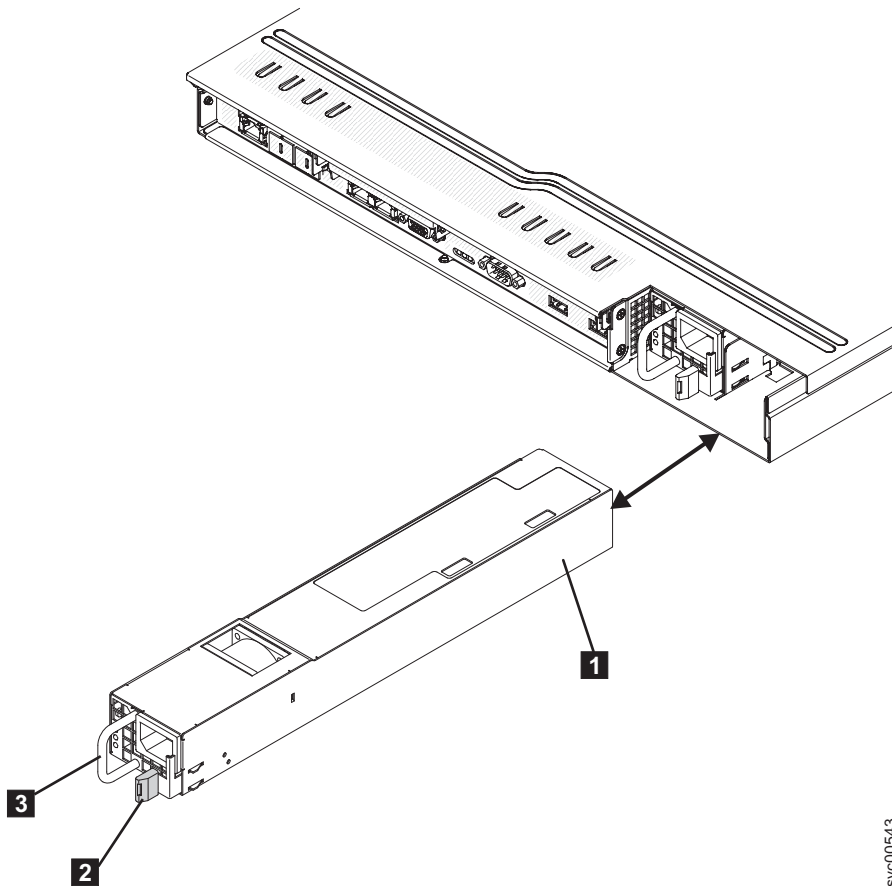

図 155. SAN ボリューム・コントローラー 2145-CG8 または 2145-CF8 電源機構
2. 電源機構の背面のハンドルをつかみ、188 ページの図 155 に示すように、所定の位置でカチッと音がするまで、電源機構を前方にスライドさせてノードに完全にはめ込みます。電源機構が電源機構コネクタにしっかり接続されたことを確認します。